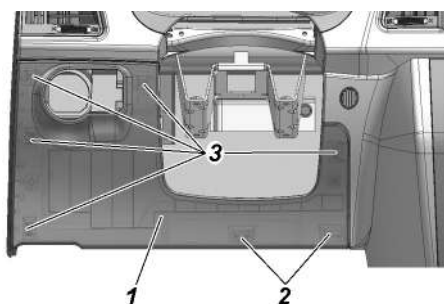

Рис. 9.35. Установка крышки блока реле и предохранителей :
- вывести из зацепления две защелки 2 (рис. 9.35) с оборотной стороны крышки блока, расположенные в нижней ее части;